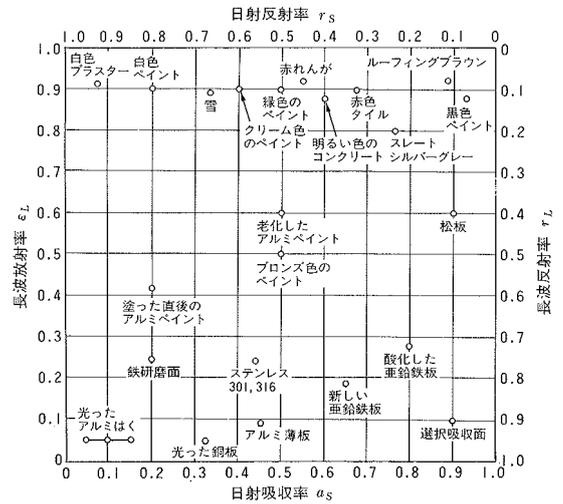

図2. 材料表面の日射吸収率および長波放射率*5
■材料の製造元に問い合わせるのが一番確実ですが、文献で紹介されている材料の違いによる日射吸収率と長波放射率を図2.に示します。図中に無い材料については類似した材料の数値を使用したり、材料ごとの分布から類推することが出来ると思います。